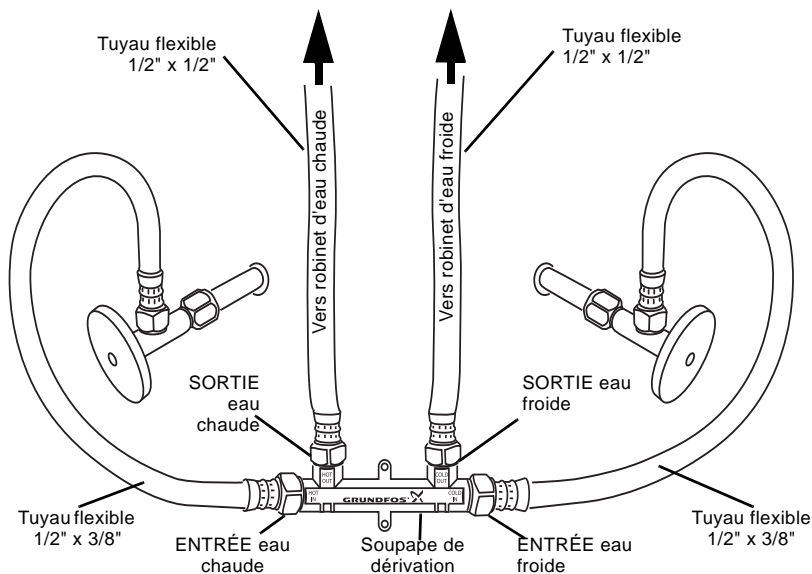

Fig. 5 Brancher la soupape de dérivation, les tuyaux flexibles et les raccords, comme indiqué
1. Raccorder les tuyaux flexibles 1/2" x 1/2" aux ports de la soupape de dérivation marqués « HOT OUT » et « COLD OUT ». Voir fig. 5.
2. Raccorder les tuyaux flexibles 1/2" x 3/8" aux ports de la soupape de dérivation marqués « HOT IN » et « COLD IN ». Voir fig. 5.
3. Raccorder le raccord de tuyau 1/2" du port « HOT OUT » de la soupape de dérivation au côté gauche du robinet. Voir fig. 5.
4. Raccorder le raccord de tuyau 1/2" du port « COLD OUT » de la soupape de dérivation au côté droit du robinet. Voir fig. 5.
5. Raccorder le raccord de tuyau 3/8" du port « HOT IN » de la soupape de dérivation à la vanne d'arrêt d'angle gauche. Voir fig. 5.
6. Raccorder le raccord de tuyau 3/8" du port « COLD IN » de la soupape de dérivation à la vanne d'arrêt d'angle droit. Voir fig. 5.